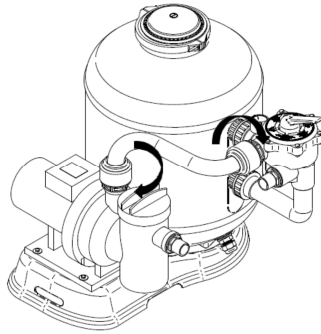

Fig. 25
5. Die Ringmutter festziehen (Fig. 25).